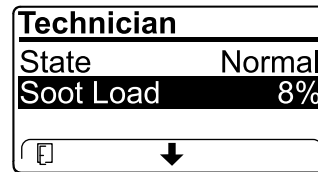

Figure 10
- Affichez la charge de suie mesurée dans le FAP sous forme d'un pourcentage (Figure 10) ; voir le tableau de charge de suie.